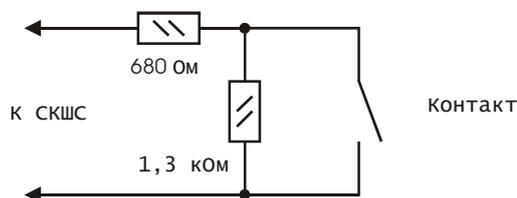
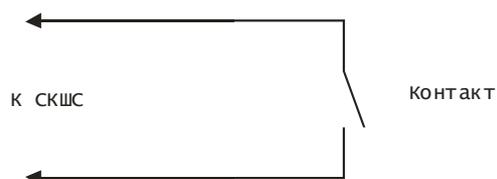

Рис. 2 Типовая схема включения ШС с контролем КЗ и обрыва
Рис. 5 Схема включения ШС без контроля КЗ и обрыва
Схемы включения ШС приведены на Рис. 2 и Рис. 5. Данные схемы справедливы для нормально замкнутых и нормально разомкнутых контактов. Наличие или отсутствие контроля КЗ или обрыва ШС конфигурируется в БЦП (см. Руководство по программированию ППКОП 01059-100-4 "Рубеж-060" (ППКОПУ 01059-1000-3 «Рубеж-08»)).
При подключении одного ШС к СКШС по схеме на Рис. 2, собственный ток потребления СКШС увеличивается на:
При подключении одного ШС к СКШС по схеме на Рис. 5 собственный ток потребления СКШС увеличивается на:
5.5. Схемы включения ШС приведены на Рис. 2.